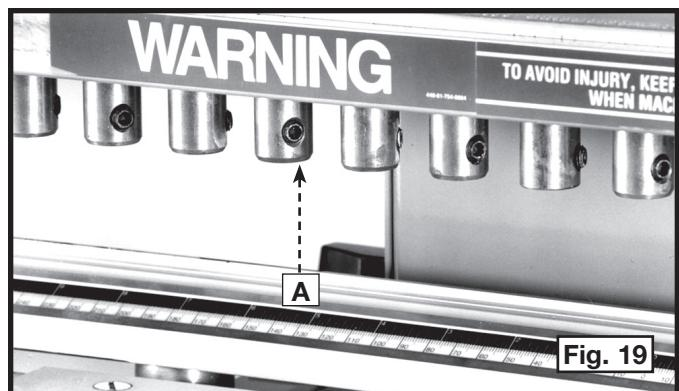

Fig. 19
1. Enrosque parcialmente los trece tornillos (A) de fijación de incluidos de 5/16-24 x 6.35 mm (1/4 po.). Fig. 19, uno en cada husillo.